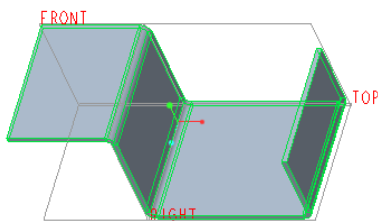

图 1-291 创建钣金件第一壁
(5) 在“拉伸”选项卡中单击 (完成) 按钮,创建图 1-291 所示的钣金件第一壁。